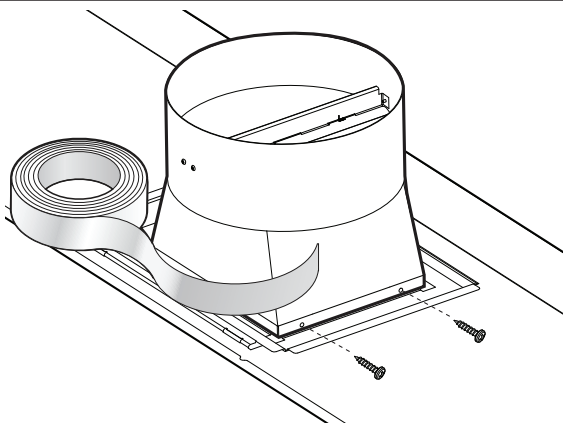

Figure 7 : Installation du raccord
3. Fixez le raccord à la hotte à l'aide des quatre vis à tête de 1/4 po (6 mm) fournies avec la hotte (*Figure 7*).
4. Scellez le joint entre le raccord et la hotte avec du ruban en aluminium. N'utilisez PAS de ruban à conduit (*Figure 7*). Assurez-vous que la connexion est complètement scellée.